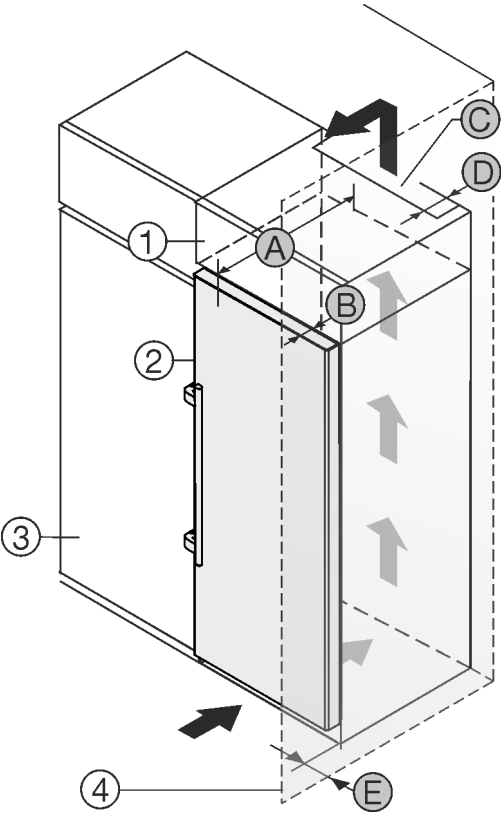

Fig. 2
您可以将冰箱直接放置在餐具柜 Fig. 2 (3) 旁边。\*
在附加柜背面必须有一个竖风道，其深度 Fig. 2 (D) 应超过整个附加柜宽度。\*
盖板下必须保有通风横截面 Fig. 2 (C)。\*
如果将带铰链的冰箱放置在墙壁 Fig. 2 (4) 边，冰箱和墙壁必须至少相距 57 mm。这取决于冰箱门打开时把手与墙壁的距离。\*
为了能完全打开门，冰箱必须凸出橱柜正面一定门深度 Fig. 2 (B)。根据餐具柜 Fig. 2 (3) 的深度，使用壁距调整垫片可以使冰箱更为凸出。\*